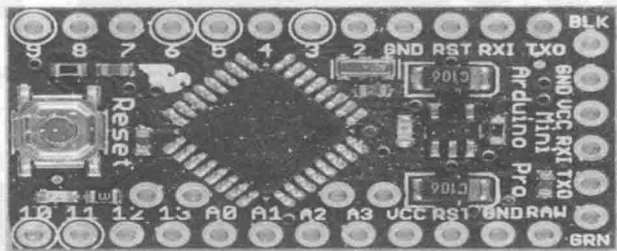

图 1-12 Arduino Pro Mini
(12) Arduino Pro Mini（见图1-12）。Arduino Pro Mini采用ATmega328作为核心处理器，配备14路数字输入/输出引脚（其中6路用于PWM输出）、8路模拟输入、一个板上谐振器、一个复位按钮和若干用于安装引脚接头的小孔。Arduino Pro Mini另备一个配有6个引脚的接头，可连接至FTDI电缆或Sparkfun分接板，用于为此板卡提供USB电源与通信。